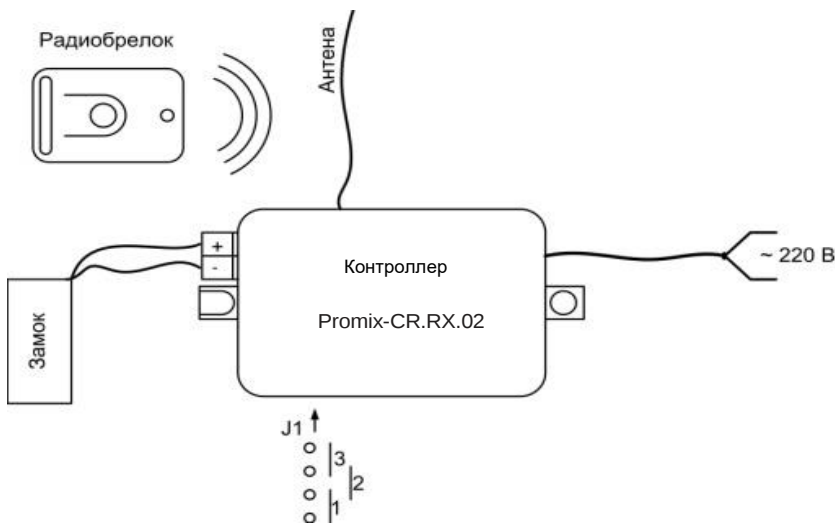

Рис.32 . Схема подключения контроллера
5. Подключить провод замка Promix-SM131.10 к контроллеру согласно схеме (см. рис. 32). (Подробнее см. раздел "Подключение и программирование контроллера" в Руководстве по установке контроллера),